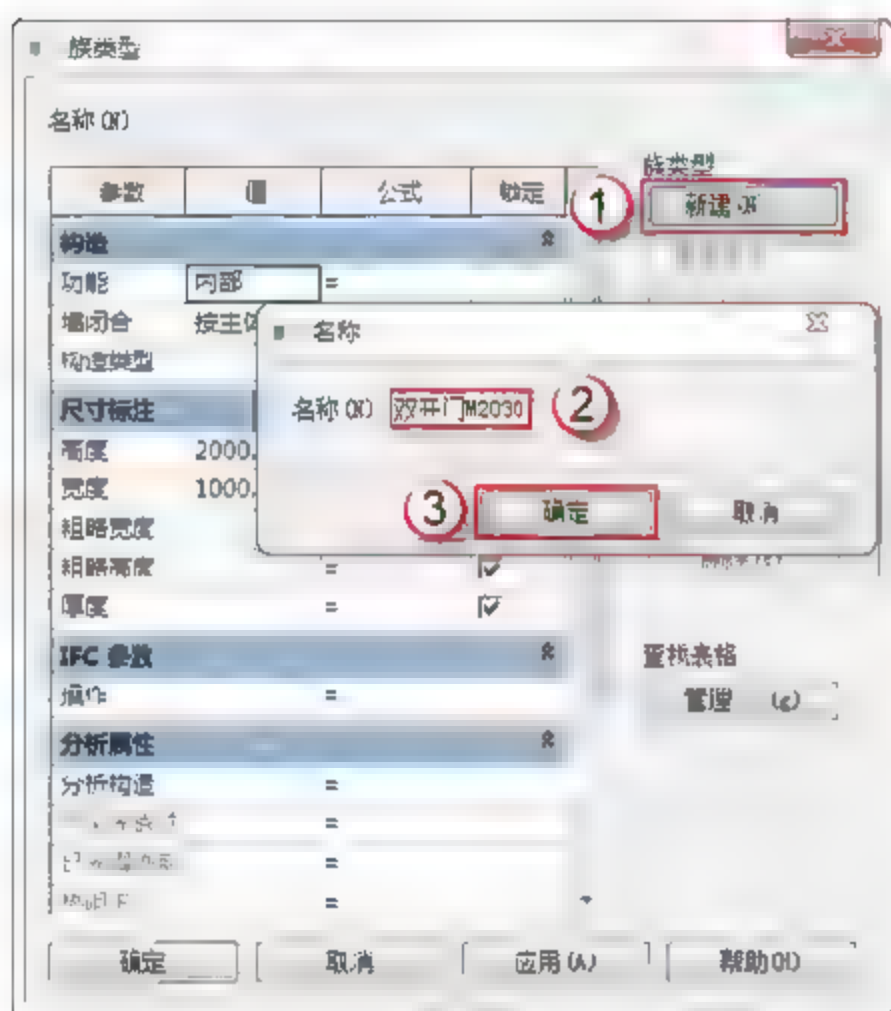

图 6.1.47 创建“双开门 M2030”
(3) 新建族类型。单击“族类型”按钮，在弹出的“族类型”对话框中单击“新建”按钮，弹出“名称”对话框，在“名称”栏输入“双开门 M2030”字样，单击“确定”按钮，如图 6.1.47 所示。
(4) 修改门的尺寸标注。在不关闭已经打开的“双开门 M2030”族的族类型情况下，